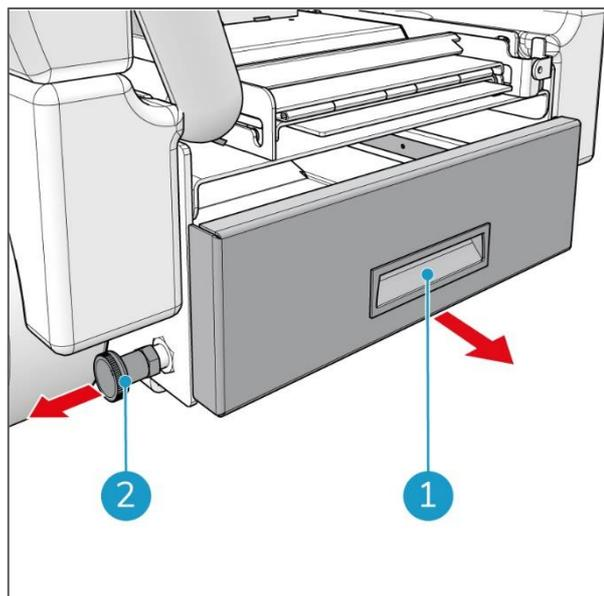

Abbildung 14
2. Ziehen Sie den Sicherungsstift auf der linken Seite der Akkuschublade (Abbildung 14, Pos. 2) heraus.
3. Ziehen Sie die Akkuschublade am schwarzen Griff (Abbildung 14, Pos. 1) heraus, bis sie einrastet.